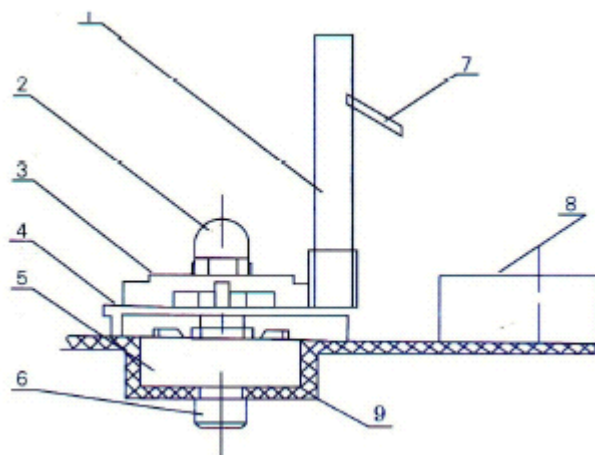

Рис. 3
- отвинтите гайку (2), затем снимите прокладку (3), насос (4) и крыльчатку (рис. 3).